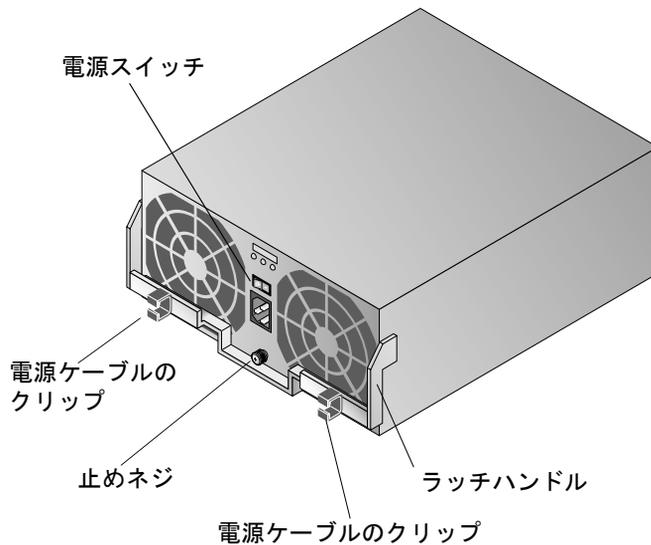

図 6-9 電源 / ファン一体ユニット
1. 電源 / ファン一体ユニットの電源スイッチを押して、ユニットの電源を切断します (図 6-9)。青色の SIS LED が点灯していることを確認します。
3. 電源 / ファン一体ユニットのケーブルクリップから電源ケーブルを外します (図 6-9)。